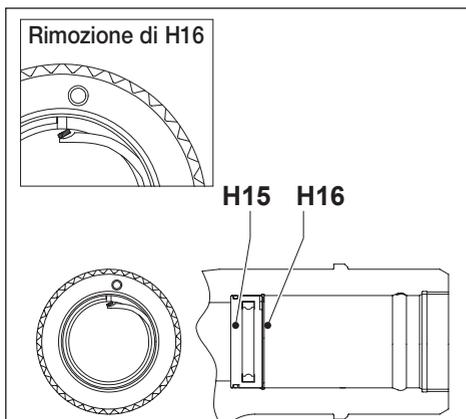

Figura 23
**NOTA** Nella prossima fase, l'estremità rastremata dell'anello di tenuta (H16) deve essere allineata con il foro presente nella boccola del cilindro (H15) per consentire il passaggio dell'utensile per rimuovere le tenute. Se necessario, utilizzare un cacciavite per ruotare l'anello. Vedere la figura 23.